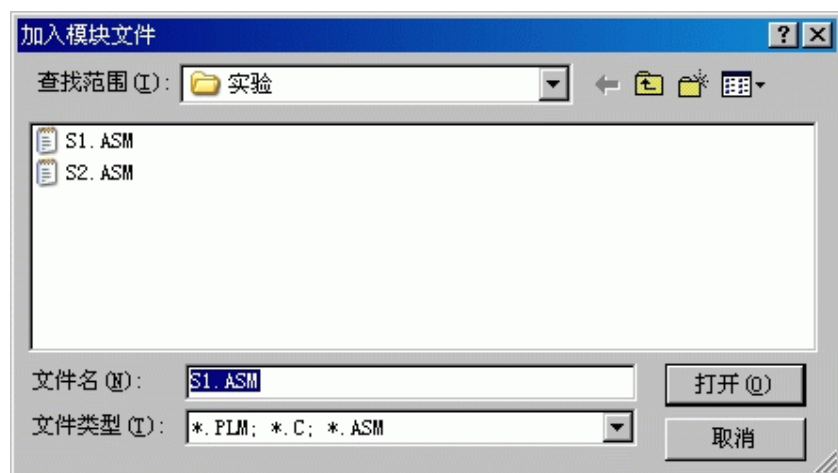

图 6.12 加入模块文件窗口
①加入模块文件。在加入模块文件的对话框中选择刚才保存的文件 S1.ASM，按所示。打开键。如果是多模块项目，可以同时选择多个文件再打开，如图6.12所示。